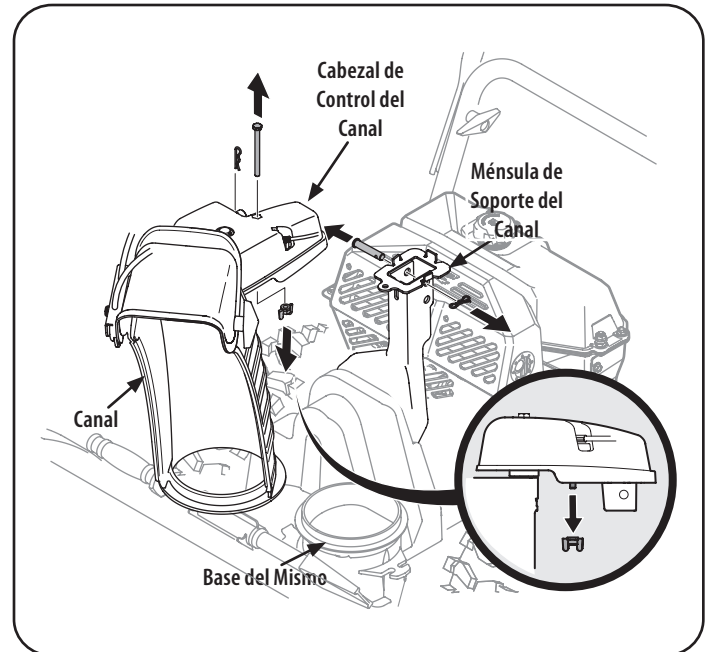

Figura 2
2. Retire el pasador de chaveta, la tuerca de mariposa y el tornillo hexagonal del cabezal de control del canal, y el pasador de horquilla y el pasador de chaveta con unión curva de la ménsula de soporte del canal. Vea la Figura 2.